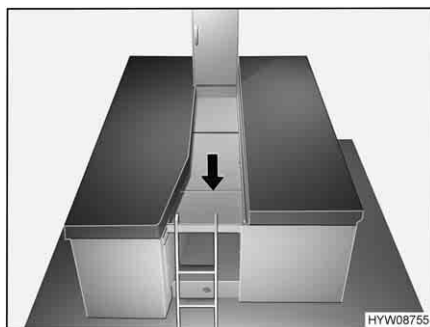

Fig. 82 Preparazione dell'allargamento letto
- Aprire l'allargamento letto e posizionarlo tra i letti singoli, come illustrato nella Fig. 82.